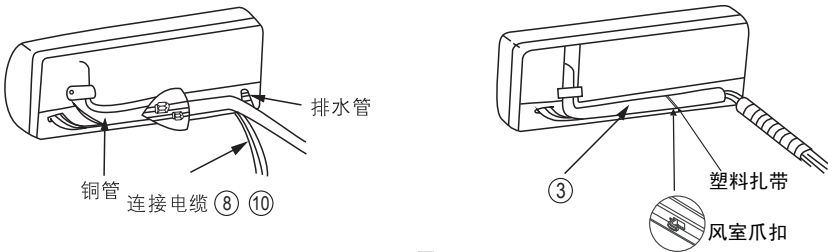

图 10
- 把机组的下部抬起,按图 10 所示要求
- (1) 把出水管塞进预埋在墙壁内的墙洞管内。
- (2) 当把铜管接上之后,请首先合拢铜管上开口处保温材料,裹紧接口处。